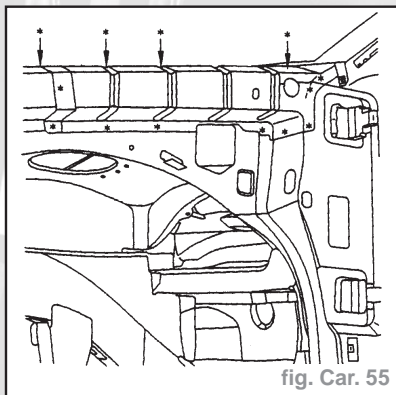

fig. Car. 55
- Dégraffer les lignes de points et les points à l'aide d'une fraise de  $\varnothing 8 \text{ mm}$  (fig. Car. 55).